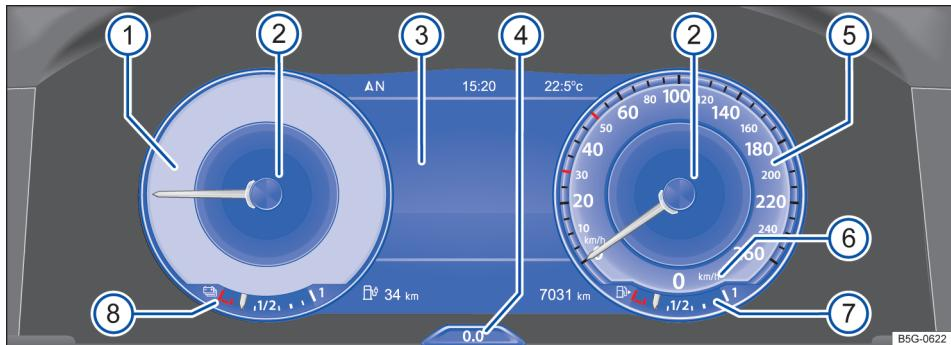

Fig. 13 Active Info Display no painel de instrumentos.
Esclarecimento dos instrumentos → Fig. 13:
- ① **Indicador do modo de condução variável.** O conteúdo mostrado varia conforme o modo de condução ativo.
- ② **Indicador dos perfis de informação.** O conteúdo mostrado varia conforme o perfil de informação selecionado. → Fig. 13 mostra o perfil de informação "Classic" sem indicações adicionais.
- ③ **Indicadores do display** → Página 21.
- ④ **Botão de retrocesso, controle e exibição.**
- ⑤ **Velocímetro** (medidor de velocidade).
- ⑥ **Indicador digital de velocidade.**
- ⑦ **Indicador do nível de combustível** → Página 19.
- ⑧ **Indicador de nível de carga da bateria de alta tensão.**
O instrumento redondo à esquerda → Fig. 13 ① se ajusta ao modo de condução → Página 135.
No modo de operação **E-MODE** o fluxo de energia da propulsão híbrida é mostrado no display do instrumento combinado → Fig. 13 (3). Nesse caso, o indicador do fluxo de energia pode ajudar a conduzir com economia de energia. A representação e a função correspondem ao indicador de fluxo de energia no sistema Infotainment.
Através do item de menu **Vistas** no display do instrumento combinado podem ser selecionados diferentes perfis de informação sobre assuntos específicos → Página 30. De acordo com o perfil de informação selecionado, o Active Info Display exibe informações adicionais no centro dos indicadores redondos → Fig. 13 (2). Os seguintes perfis de informação podem ser selecionados: